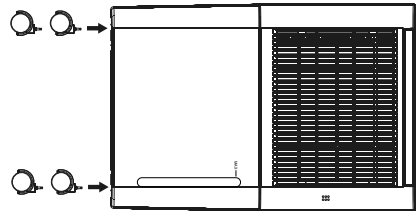

Abb. 1
- ◆ Drücken Sie die Rollen  in die vier Löcher in der Geräteunterseite, bis sie vollständig einrasten (siehe Abb. 1).